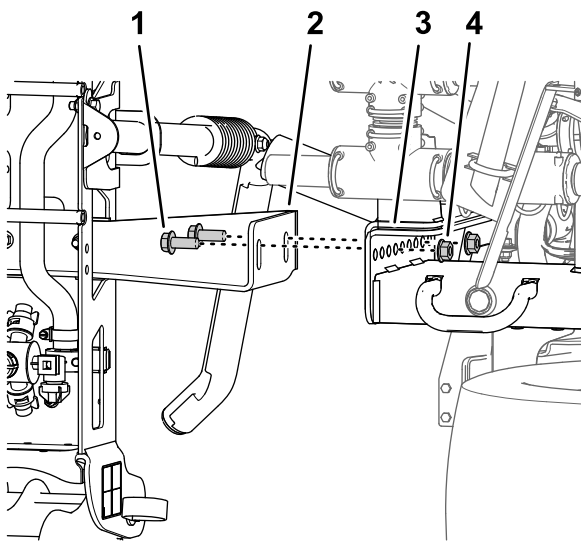

**Figure 44**
3. Avec un morceau de ruban adhésif, repérez les trous des 4 boulons à embase (1/2 x 1-1/4") et des 4 contre-écrous à embase (1/2") qui fixent les supports de la section de pulvérisation centrale à la plaque de montage de la machine (Figure 44).